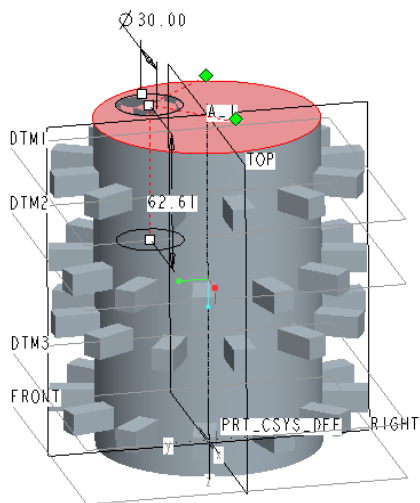

図 13-35 1 個目の穴指定
- 「穴ツール」 を選択し、次いで「配置」を開いて「上部端面」を選択する。(図 13-35)